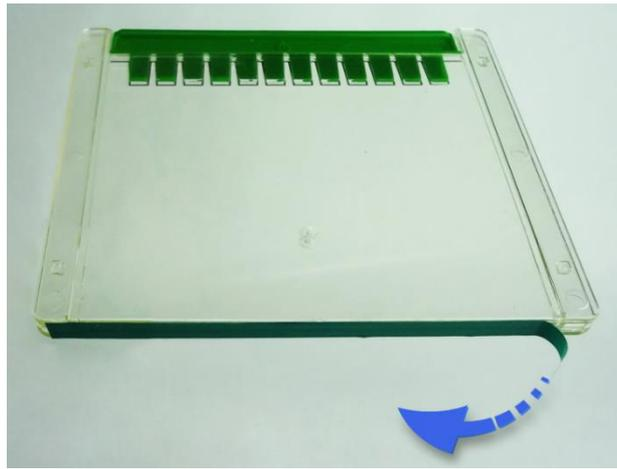

图 1. 撕下胶板底部胶带
2. 将 SurePAGE™ 预制胶从包装袋中取出，撕掉胶板底部的胶带（见图 1）。